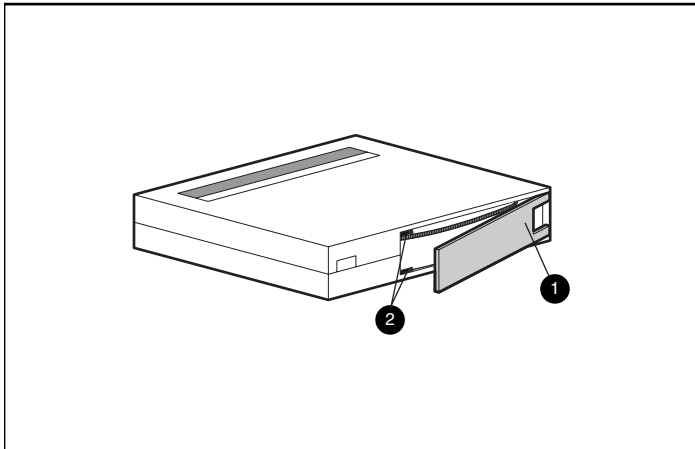

Figura 3-4. Comprobación de la guía de la puerta
- ❑ Si no suena, compruebe la guía de la cinta ② que se encuentra dentro del cartucho. Para ello, abra la puerta de la parte posterior del cartucho quitando el bloqueo de la puerta ①. La guía de la cinta debe estar en la posición que se muestra en la Figura 3-4.